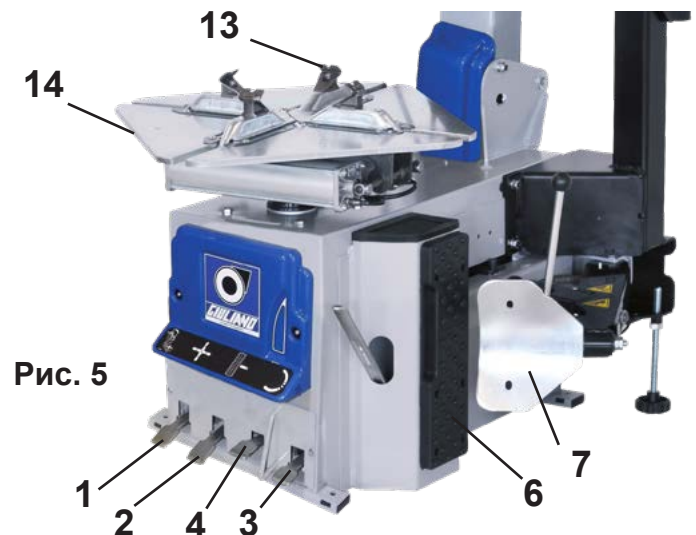

Рис. 5
Реверсивные диски должны быть расположены и закреплены на поворотном столе с обратной стороны, при этом монтажный ручей диска должен находиться сверху (см. рис. 1). Прежде чем приступить к креплению колеса на поворотном столе нажмите педаль (1) для того, чтобы наклонить монтажную стойку и этим освободить рабочее пространство (рис. 5).
- Воздействуя на педаль 2 (рис. 5) сведите полностью кулачки 13.
- Воздействуя на педаль 2 (рис. 5), расположите кулачки 13 в соответствии с маркировкой на поворотном столе и в соответствии с размером колесного диска (в дюймах).